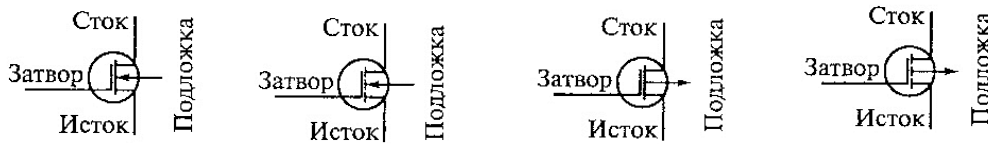

Рис. 4. Условные графические обозначения МОП транзисторов
14. На рис. 4 приведены условные графические обозначения МОП транзисторов. Укажите правильную последовательность их расположения (слева направо) на рисунке 4.